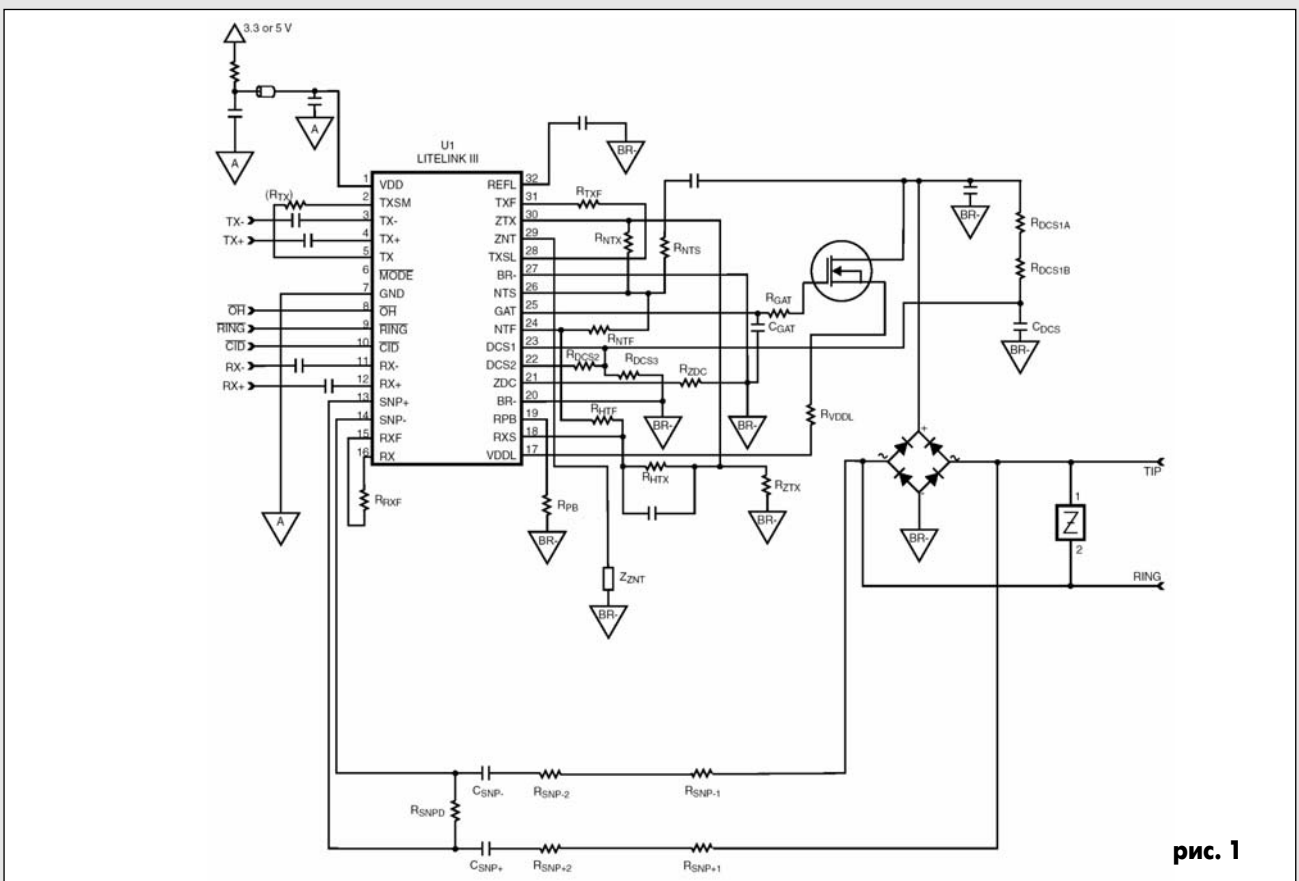

рис. 1
На рис. 1 показана электрическая схема интерфейса с телефонной линией на основе CPC5621A. Полный электрический расчет этой схемы с учетом эквивалентного сопротивления телефонной линии (Z) и других параметров содержится по ссылке: [http://www.clare.com/home/pdfs.nsf/www/AN-158\\_R1.pdf/\\$file/AN-158\\_R1.pdf](http://www.clare.com/home/pdfs.nsf/www/AN-158_R1.pdf/$file/AN-158_R1.pdf).
Комплекс защитных средств включает в себя защиту от перенапряжений, от избыточного тока, от перегрева. Эти частные виды защиты традиционно требуют различных схемных решений для отключения нагрузки при неблагоприятных условиях. В интеллектуальных переключателях эти виды защиты объединены. Упрощенная функциональная схема интеллектуального переключателя показана на **рис. 1**.